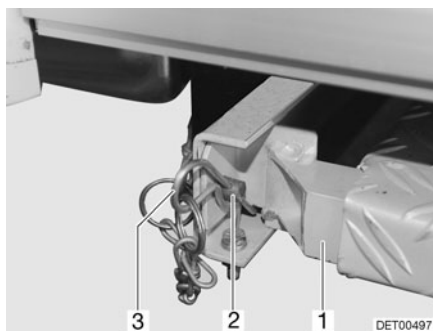

Fig. 6 Verrouiller la rampe mobile
- Retirer la goupille ressort (Fig. 6,3) et le boulon (Fig. 6,2) sur la rampe mobile (Fig. 6,1).